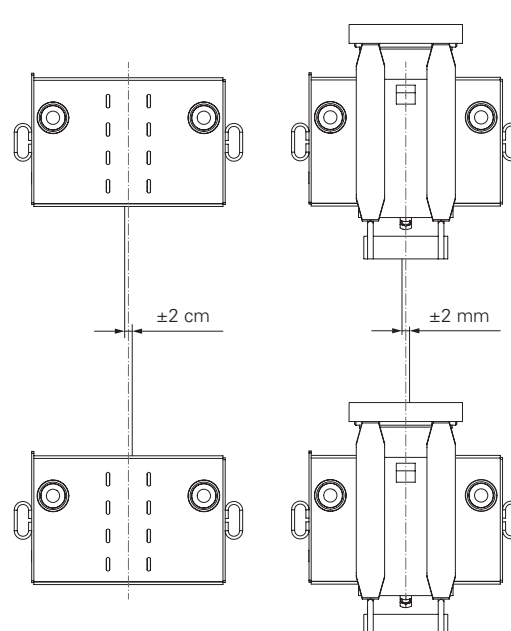

Fig. A3.31
- Disp. di ancoraggio: ± 2 cm (Fig. A3.31)